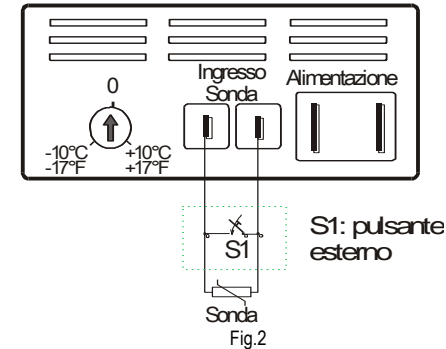

Fig.2
5. COLLEGAMENTO PULSANTE ESTERNO (FIG.2)